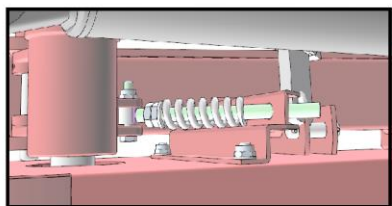

fig.E7a
- Allentare completamente il tendicinghia (**fig. E7a**);